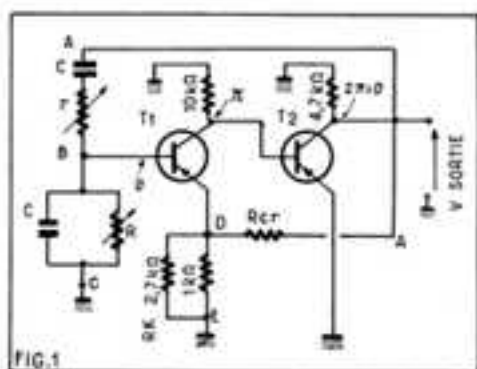

FIG. 1
Il s'agit d'un appareil du type « RC » utilisant un pont de Wien assez analogue dans son principe aux montages déjà utilisés pour les tubes. Voir figure 1 la représentation du montage au point de vue alternatif (source d'alimentation et capacités de découplage équivalant à des court-circuits) : on a fait abstraction du transistor T3 monté en émetteur « follower » utilisé pour sortir le signal sous faible impédance et ne jouant pas de rôle essentiel (gain en tension égal à 1).
B. — Un élément amplificateur constitué des deux étages montés émetteurs à la masse T1 et T2. Il s'agit d'étages BF classiques couplés par résistance capacité. Le gain en tension considérable, pouvant être estimé à : $50 \cdot 50 = 2500$ pour des valeurs de gain en courant de l'ordre de 50 pour chaque transistor, est réduit à environ 3 (voir oscillogrammes II et VI de la figure 4) par une importante réaction négative ; constituée par la boucle ADE avec les résistances R_{cr} et R_k (fig. 1). Ceci apparaît clairement sur la figure 4 ou la réinjection dans l'émetteur de T1 d'un signal presque égal à celui de sa base (oscillogrammes I et II) annule pratiquement le gain de ce dernier (oscillogramme III).